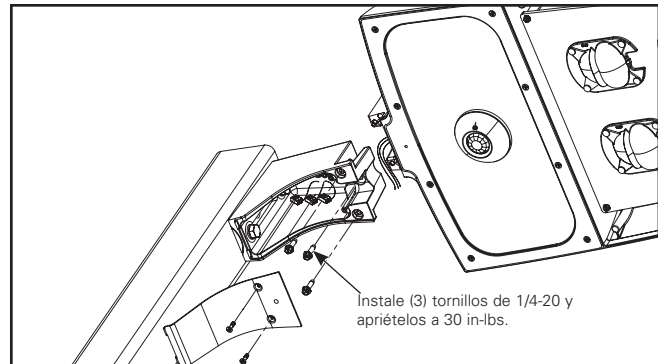

Figura 3.
- Doble los cables de la luminaria firmemente hacia la puerta de la luminaria cuando deslice la luminaria sobre el brazo de montaje. Instale los (3) tornillos de 1/4-20 x 1" y apriételos a 6 ft-lbs. Apriete primero el tornillo central como se muestra en (Figura 3).
- Nota:** Asegúrese de que los cables de suministro de la luminaria no queden atrapados entre la cubierta y el brazo de montaje como se muestra en (Figura 3 y 5).
6. Instale los (3) tornillos de 1/4-20 x 1" y apriételes a 6 (Ft-lbs). Primero apriete el tornillo central como se muestra en (Figura 3.) e instale el tapón plástico sobre el tornillo central. (Figura 3.)
7. Meta los cables en la luminaria e instale la puerta de la luminaria. Apriete los (8) tornillos de la puerta de la luminaria a 20 in-lbs. (o apriete los tornillos de ajuste manual de la puerta).